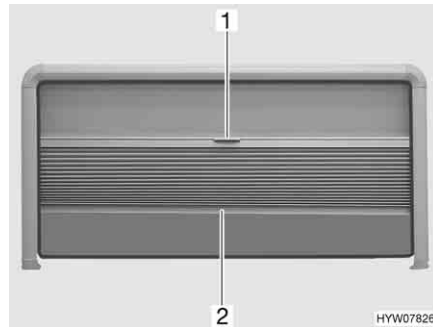

Bild 14 Ausstellfenster
*Schließen:* ■ Die Faltverdunklung in der Mitte des Abschluss-Stabes (Bild 14,2) fassen und vorsichtig nach unten ziehen.
*Öffnen:* ■ Den Abschluss-Stab (Bild 14,2) der Faltverdunklung in der Mitte halten und die Faltverdunklung vorsichtig nach oben schieben.
*Schließen:* ■ Das Insektenschutzrollo am Griff (Bild 14,1) nach unten ziehen.
*Öffnen:* ■ Das Insektenschutzrollo am Griff (Bild 14,1) ganz nach oben schieben.